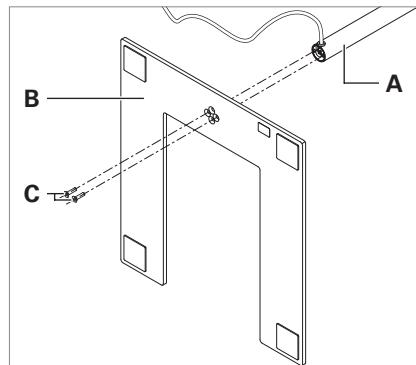

Fig. 2: 圆形立管的安装。
- 圆形立管，参见Fig. 2
- ▶ 如果您安装圆形立管：使用供货附带的螺钉C将立管A与灯座B组装，电线应朝向背面，参见Fig. 2。